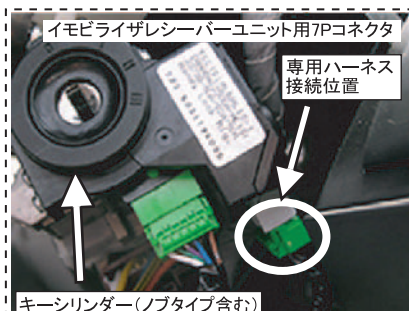

図1 イモビライザーシーバ用コネクタの位置 (参考写真)
(1) イモビアダプターの接続
① イモビライザー搭載車に搭載されているイモビライザーシーバユニットを探し、その配線コネクタを一旦外します。(コラムカバー内のキーシリンダー右隣に設置されています。図1参照)